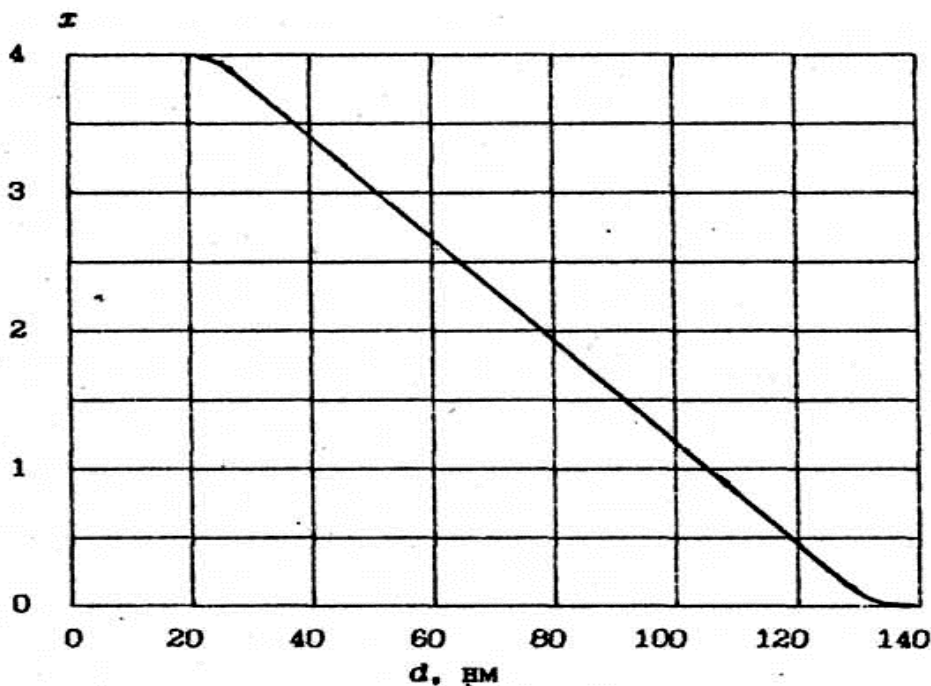

Рис.1. Залежність  $X$  від розміру часточок  $d$ .
Розмір часточок визначають за допомогою спеціальних теоретично розрахованих калібрувальних графіків, на яких побудована залежність величини  $X$  від розміру  $d$  часточок. Такий графік для систем, подібних тим, що вивчаються в роботі, розрахований за теорією К.С.Шифріна і І.Я.Слоніма, наведено на рис.1.
Будують залежності  $\lg \tau$  від  $\lg \lambda$  і за тангенсом кута нахилу прямої визначають параметр  $X$  рівняння (3). За знайденим значенням  $X$  за допомогою калібрувального графіка (рис.1) визначають розмір часточок в системі, що була досліджена.